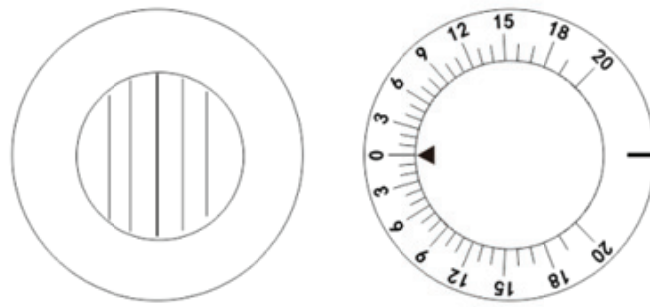
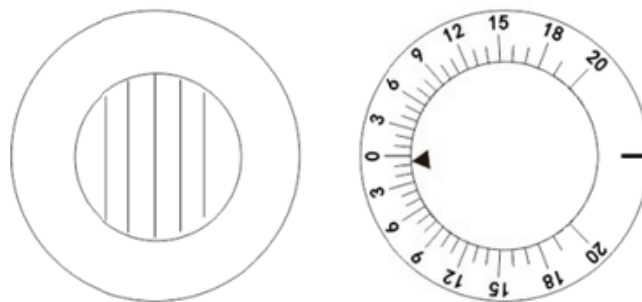

Abb.48
Abb.49
b. Messen Sie dann die vertikale Phorie. Drehen Sie den Hilfslinsenknopf, wie in Abb. 48 gezeigt ② und stellen Sie MR_{RV} für das rechte Auge ein. Drehprismenlinse drehen Turn ② um das linke Auge in horizontale Position zu bringen. Jetzt kann der Testteilnehmer mit dem rechten Auge eine rote horizontale Linie und mit dem linken Auge den Lichtfleck sehen. Fragen Sie dann den Testteilnehmer nach dem gleichen Verfahren wie a, wenn er sehen kann, dass sich die rote Linie und der Lichtfleck treffen, während er den Drehknopf der Prismenlinse dreht ①. Wenn es wie in Abb. 49 dargestellt ist, ist es laut Testberichten, dass sie sich treffen, 0.5, unter 0. was anzeigt, dass das linke Auge 0.5 D beträgt, was als 0.5 Δ Heterophorie nach oben bezeichnet wird.